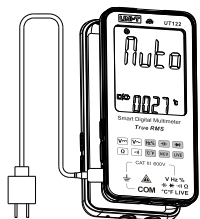

图4
## 十. 保养和维护(见图4)
3. 锂电池充电 (见图4)